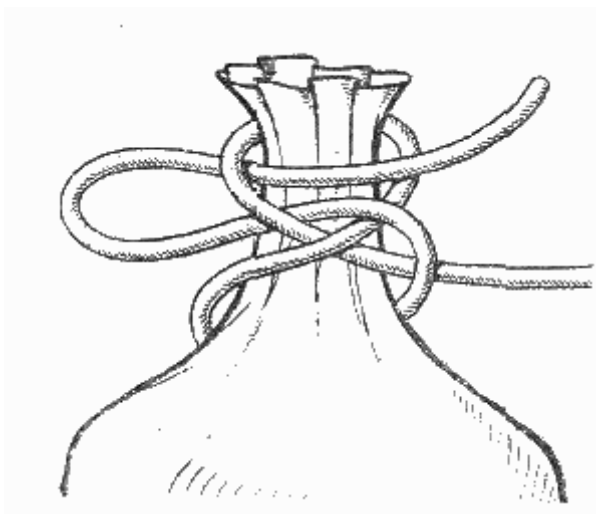

Рис. 100. Мельничный узел
**Мельничный узел** (рис. 100). Среди множества хитроумных узлов для завязывания мешков этот узел считается одним из наиболее распространенных. В принципе это та же восьмерка, во вторую петлю которой пропущен сложенный вдвое ходовой конец. Узел очень удобен тем, что его можно туго затянуть и быстро развязать, дернув за ходовой конец.